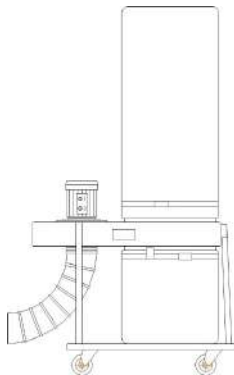

Рис. 2
- УВП-2000К - на основании с 4-я колесными опорами, рис. 2;